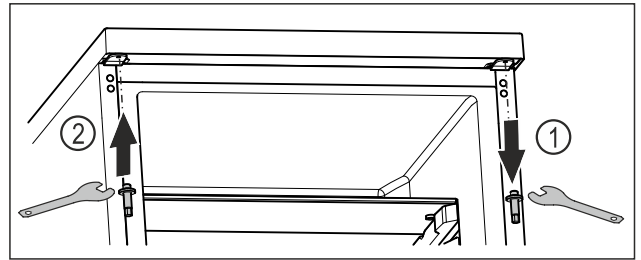

Fig. 14
- ▶ Dévisser l'axe supérieur avec une clé mâle coudée pour vis à six pans creux. Fig. 14 (1)
- ▶ Serrer l'axe du côté opposé avec une clé mâle coudée pour vis à six pans creux. Fig. 14 (2)